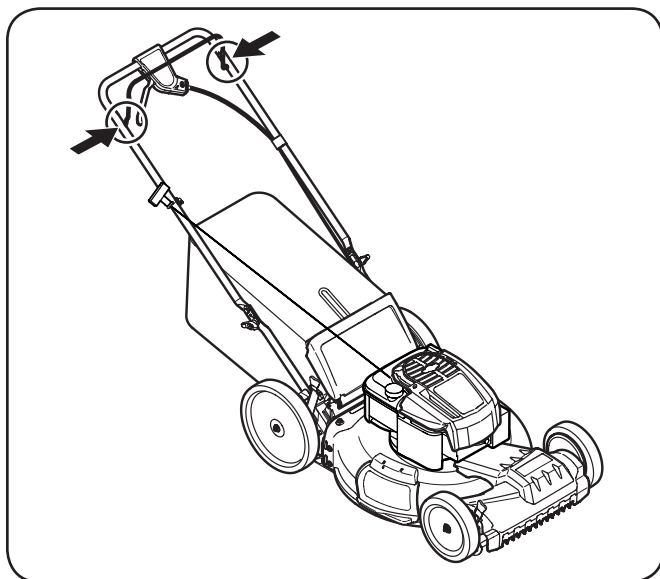

Figure 6-1
1. Lubrique con aceite ligero los puntos de pivote del control de la cuchilla al menos una vez cada estación. Este control debe funcionar libremente en ambas direcciones, Figure 6-1.